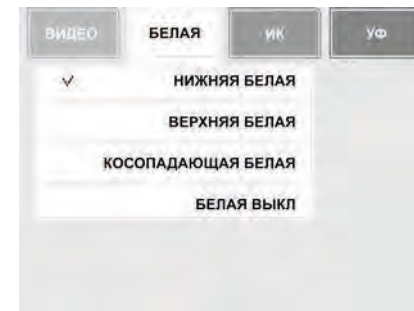

Рис. 15. Включение нижней белой подсветки
Поместите банкноту или документ на просмотровый стол прибора. Используя меню режимов работы, последовательным нажатием на «БЕЛАЯ» и «Нижняя белая» включите источник нижней подсветки просмотрового стола (см. Рис. 15). Источник подсветки просмотрового стола одновременно излучает белый свет и ИК-излучение, при этом верхний источник ИК-излучения не выключается. Режим удобен для проверки водяных знаков, впечатанных металлизированных полосок с рисунком и т. п. На экране монитора можно наблюдать изображение документа в ИК-лучах «на просвет». Это позволяет еще более контрастно увидеть водяные знаки и разметку на металлизированных лентах (особенно
- Неисправность белой лампы определяется визуально при включении (см. Рис. 15) нижней белой подсветки – горит/не горит.